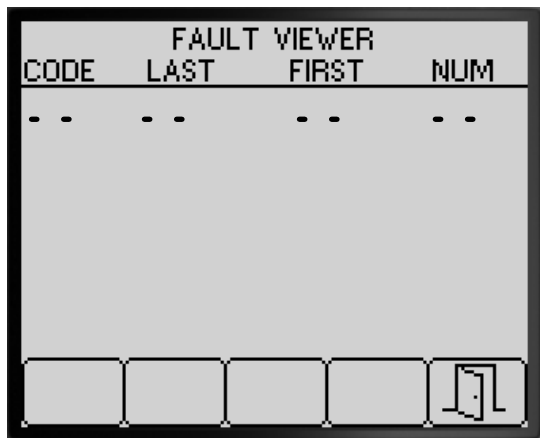

Figura 87
3. Reveja o visualizador de falhas relativo às falhas geradas pelo sistema do pulverizador (Figura 87).
- Prima o botão 5 para sair do ecrã VISUALIZADOR DE FALHAS e voltar ao ecrã DIAGNÓSTICO (Figura 87).
- Prima o botão 5 para sair do ecrã ACERCA e voltar ao ecrã DIAGNÓSTICO (Figura 87).